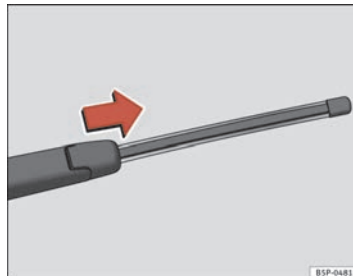

Fig. 183 Estrarre la spazzola tergilunotto
- Sollevare la racchetta del tergilunotto dal lunotto ⇒ pag. 248, fig. 183
- Scorrere l'adattatore della spazzola nella direzione della freccia e rimuovere la spazzola ⇒ pag. 248, fig. 183.